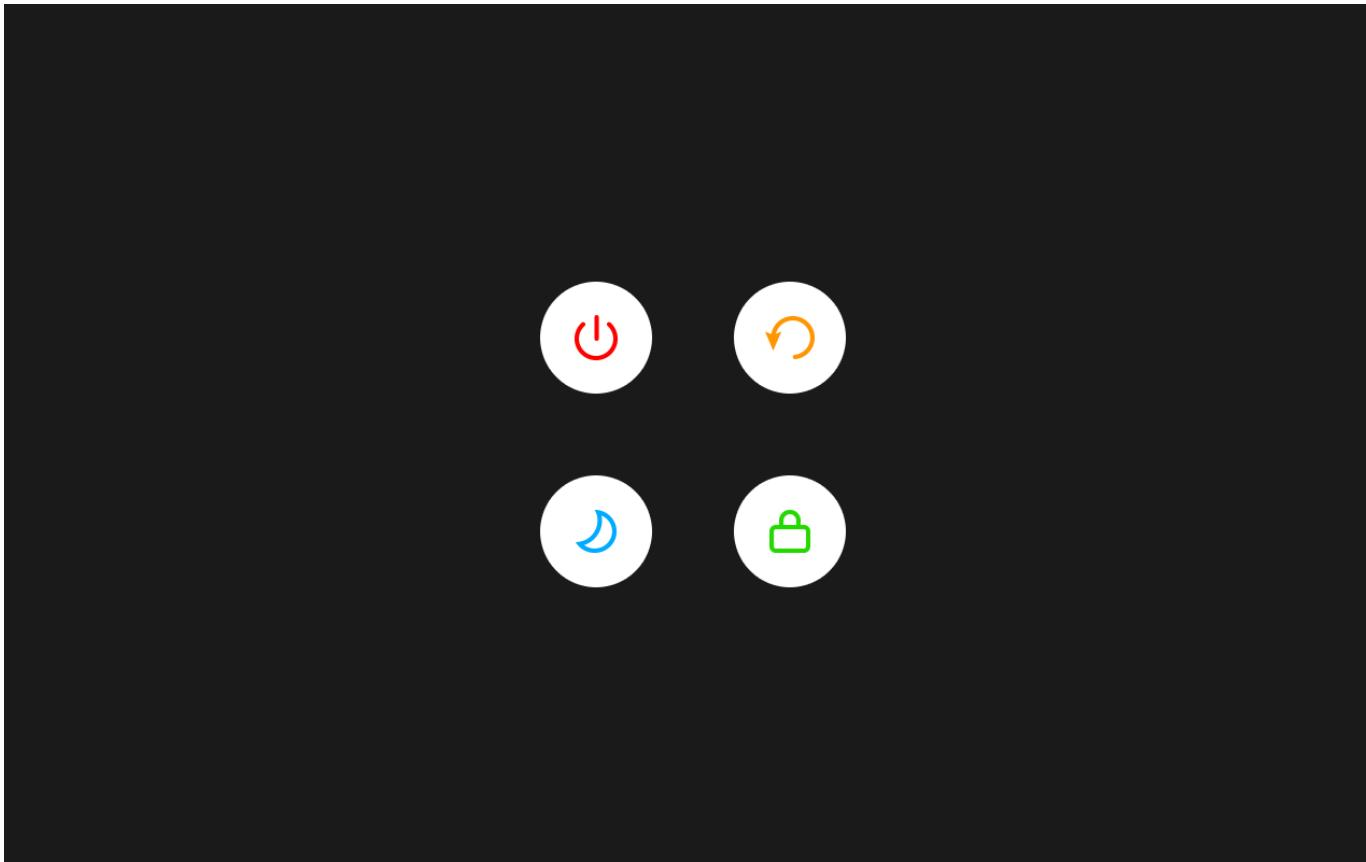

图12-13 关机界面
长按或短按电源键(⑩)，将进入关机界面，见图 12-13。包含 4 个选项：关机、重启、待机、锁屏。